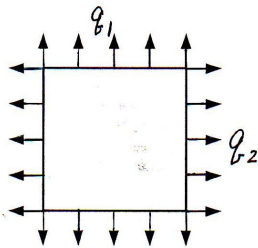

图 2-3
6. 如图 2-3 所示, 各向同性等厚度均质薄板两对边上分别承受均布载荷  $q_1$  和  $q_2$ , 板面无外载荷, 则该板 ( )。